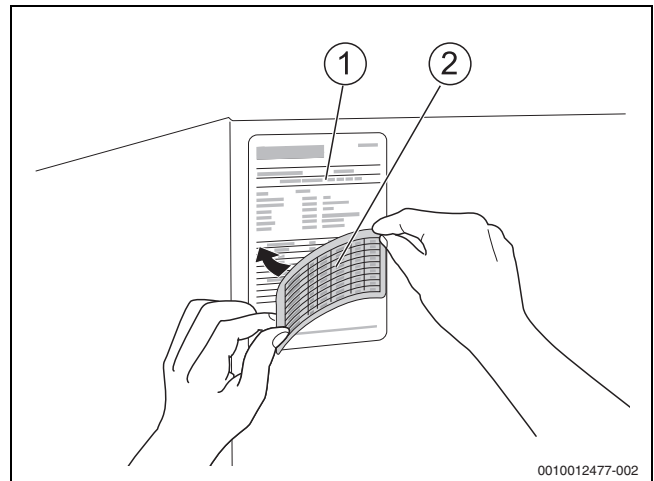

Bild 25 Typschild aktualisieren
- ▶ Entsprechenden Bereich auf dem vorhandenen Kessel-Typschild (→Bild 25, [1]) mit dem mitgelieferten Aufkleber (→Bild 25, [2]) für die gelieferte Gasart, entsprechend der Gasblende, überkleben.